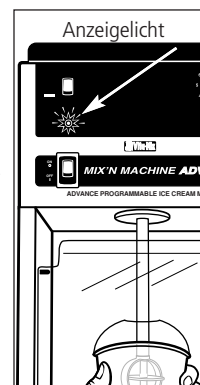

Abb. 5
- **Bei dem programmierbaren Mix'n Machine Advance-Modell:** Die Maschine schaltet automatisch nach dem Ende des programmierten Zyklus ab. Bei 4 Sekunden vor Ablauf des Programms blinkt das rote Anzeigerlicht sodass die Vorbereitung zum Wegnehmen des Bechers vom Rührer beginnen kann. Das Licht wird immer schneller blinken um anzuzeigen dass der Programmzyklus fast vollständig ist und dass die Maschine abschalten wird. Dies zeigt an dass überschüssiges Produkt vom Rührer abgeschleudert werden kann. Siehe Abb. 5.
- **Bei dem Mix'n Machine Advance Timer-Modell:** Die Maschine schaltet automatisch nach dem Ende der voreingestellten Zeit ab. Bei 4 Sekunden vor Ablauf des Programms blinkt das rote Anzeigerlicht sodass die Vorbereitung zum Wegnehmen des Bechers vom Rührer beginnen kann. Das Licht wird immer schneller blinken um anzuzeigen dass der Programmzyklus fast vollständig ist und dass die Maschine abschalten wird. Dies zeigt an dass überschüssiges Produkt vom Rührer abgeschleudert werden kann. Siehe Abb. 5.